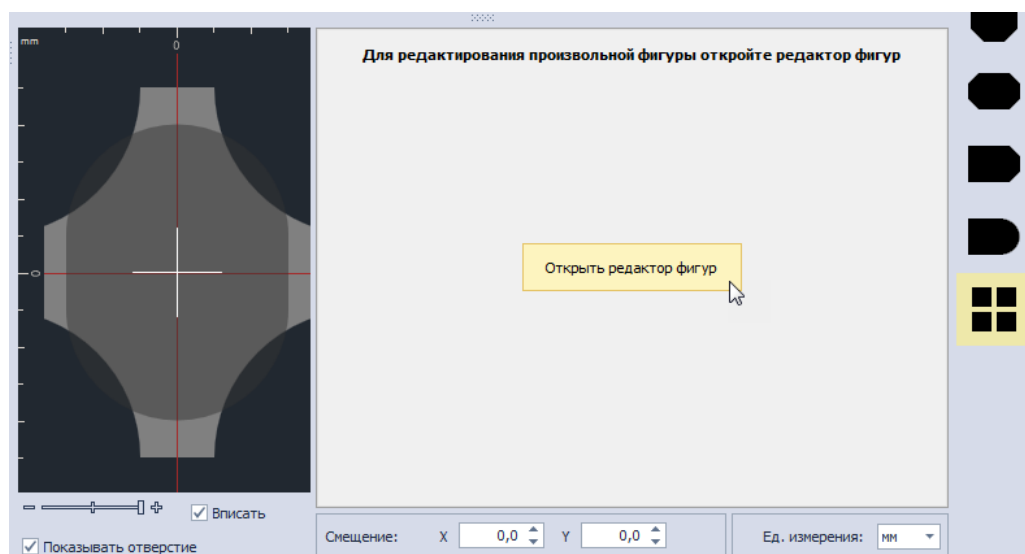

Рис. 55 Кнопка «Открыть редактор фигур»
2. Нажать на кнопку «Открыть редактор фигур», расположенную на месте введения параметров фигур, см. Рис. 55.